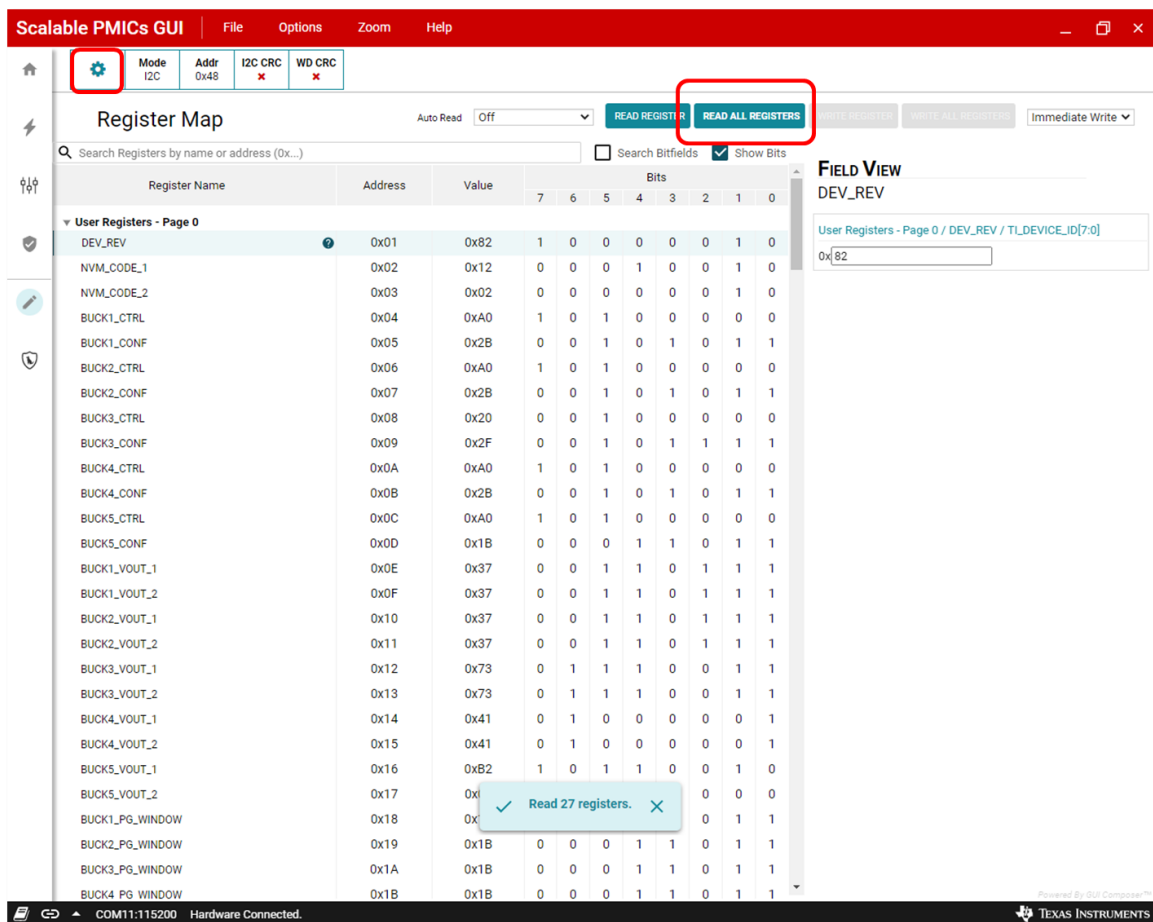
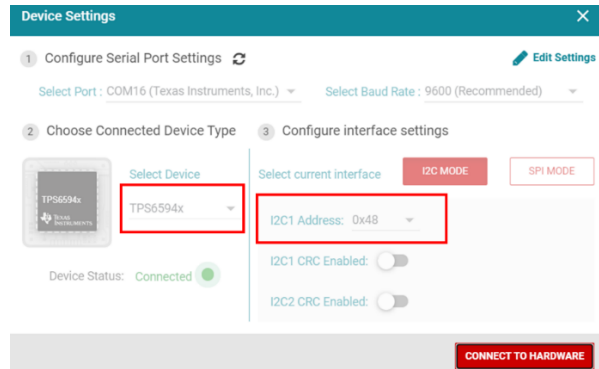

Figure 8. 寄存器读取界面
Figure 9. PMIC 切换地址弹窗
- 进入寄存器读取页面后，软件会尝试连接 0x48 地址的 PMIC，连接成功会在下面状态栏显示：“Hardware connected”，如图 8 所示。I2C 通信建立后，可以点击 READ ALL REGISTERS 按钮手动刷新所有的寄存器数据。如果显示 “Connect to AEVM Controller but failed to connect to device xxxxx（器件型号） on DUT with I2C @ 0x48”，那么说明 MCU 和 PC 通信正常，但是 MCU 无法建立和 0x48 这个地址的 PMIC 的 I2C 通信，可能当前系统中确实不存在地址为 0x48 的 PMIC 或者硬件连接不稳定没连上 0x48 地址的 PMIC。如果需要切换 I2C 地址，可以点击页面左上角的齿轮标记，打开设置弹窗进行更改，弹窗内容如图 9 所示。需要注意，同一个板子上的多个 PMIC 具有不同的 I2C 地址和各自不同的器件型号，需要 select device 和 I2C1 Address 两个下拉框的选项到正确的设置。如果显示 “Hardware not connected, please plug your target device into your computer’s USB port and click the connect icon at left”，说明 PC 和 EVM 间的连接有问题，需要查一下 EVM 是否损坏或者软件驱动是否安装正常，可以重启电脑试下。